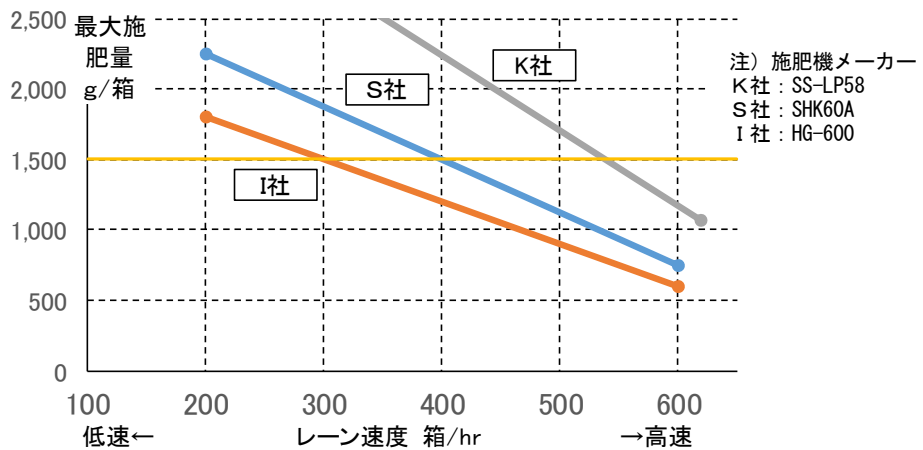

図2 自動施肥播種設備におけるレーン速度と施肥機製品ごとの最大施肥量
2. 自動施肥播種設備において、レーンの速度と施肥機の時間当たり肥料繰り出し量で決定される1箱当たり施肥量は、いずれの施肥機製品でも一般的な育苗箱の上限である1,500g/箱の施肥が可能である(図2)。